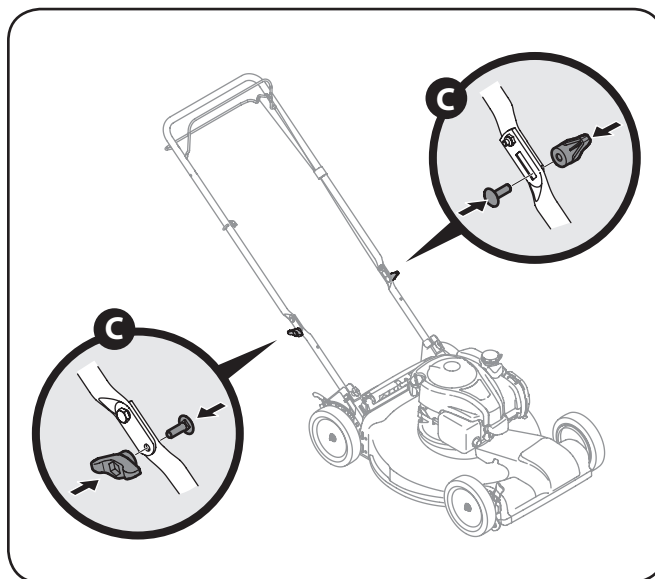

**Figura 3-4**
- a. Tire hacia arriba en el asa hasta agujeros en la manija (que se muestra en Figura 3-3 corte de la cubierta) se alinean con los agujeros en el mango soporte. Vea Figura 3-4.
- b. Inserte el T-pernos quitó anteriormente a través del mango corchetes y asa inferior y apriete bien para asegurar el mango en su lugar. Vea Figura 3-4.